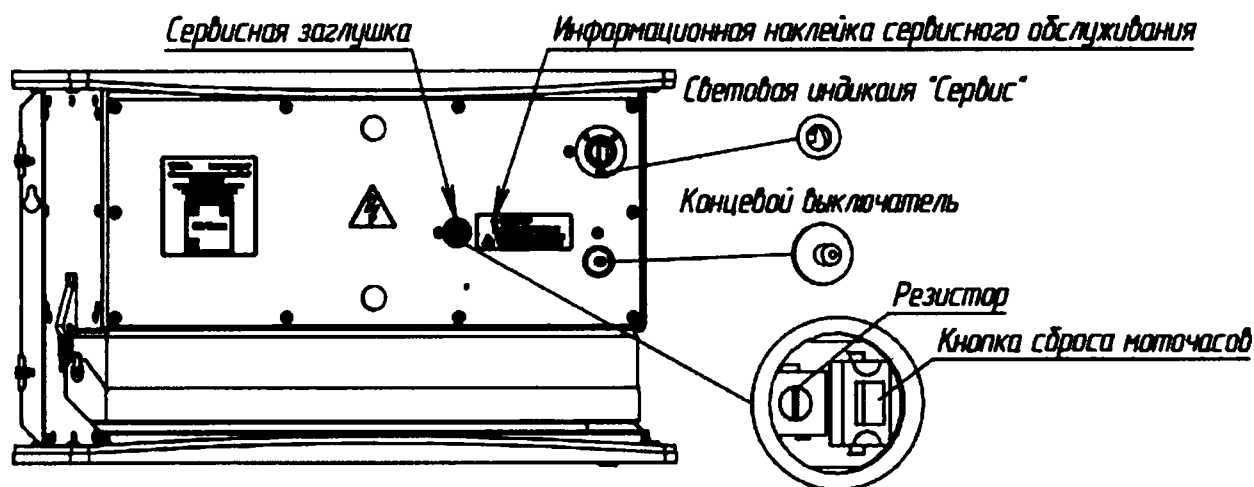

Рисунок 6.4 – Сброс и настройка моточасов (сервисная заглушка скрыта)
6.3.4 Зажать кнопку концевого выключателя, а затем кратковременно нажать на кнопку сброса моточасов на блоке управления (рисунок 6.4).
6.4.4 Повернуть резистор для установки требуемых моточасов. Каждый поворот на 90 градусов соответствует следующим значениям времени: 90 дней, 180 дней, 270 дней, 360 дней. Установки времени должны увеличиваться по мере вращения резистора по часовой стрелки и уменьшаться против часовой соответственно (рисунок 6.4).